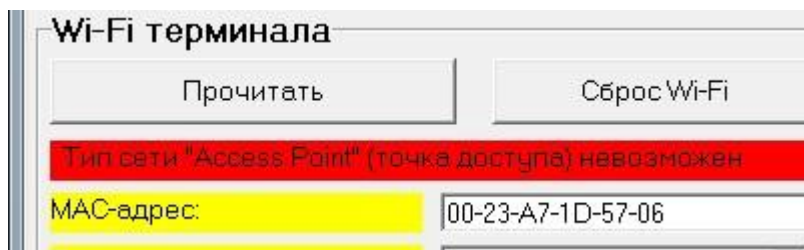

Рис. 6.4. Ошибка при записи типа сети.
6.11. **ВНИМАНИЕ!!!** Старые экземпляры весовых преобразователей для крановых весов ТВ-005.05Wi-Fi не могут устанавливать значение параметра «**Тип сети**», равное «**Access Point**», по техническим причинам. В этом случае при попытке записи значения параметров будет выведено сообщение «Тип сети «Access Point» (точка доступа)» невозможен, см. рис. 6.4.